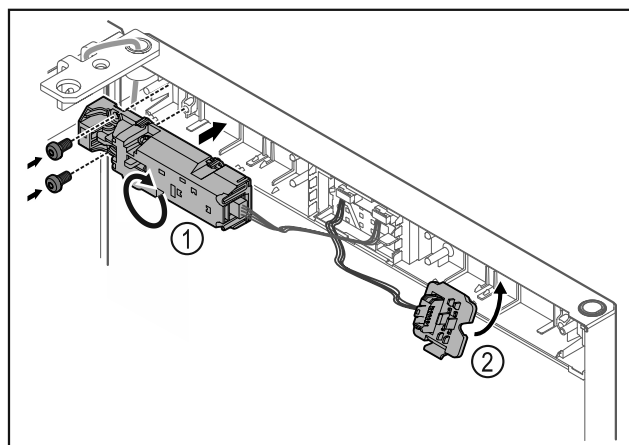

Fig. 24
- Otočte dálkový zámek Fig. 24 (1) o 180° a upevněte jej na protější straně.
- Zaklapněte držák zástrčky Fig. 24 (2) na protější straně.